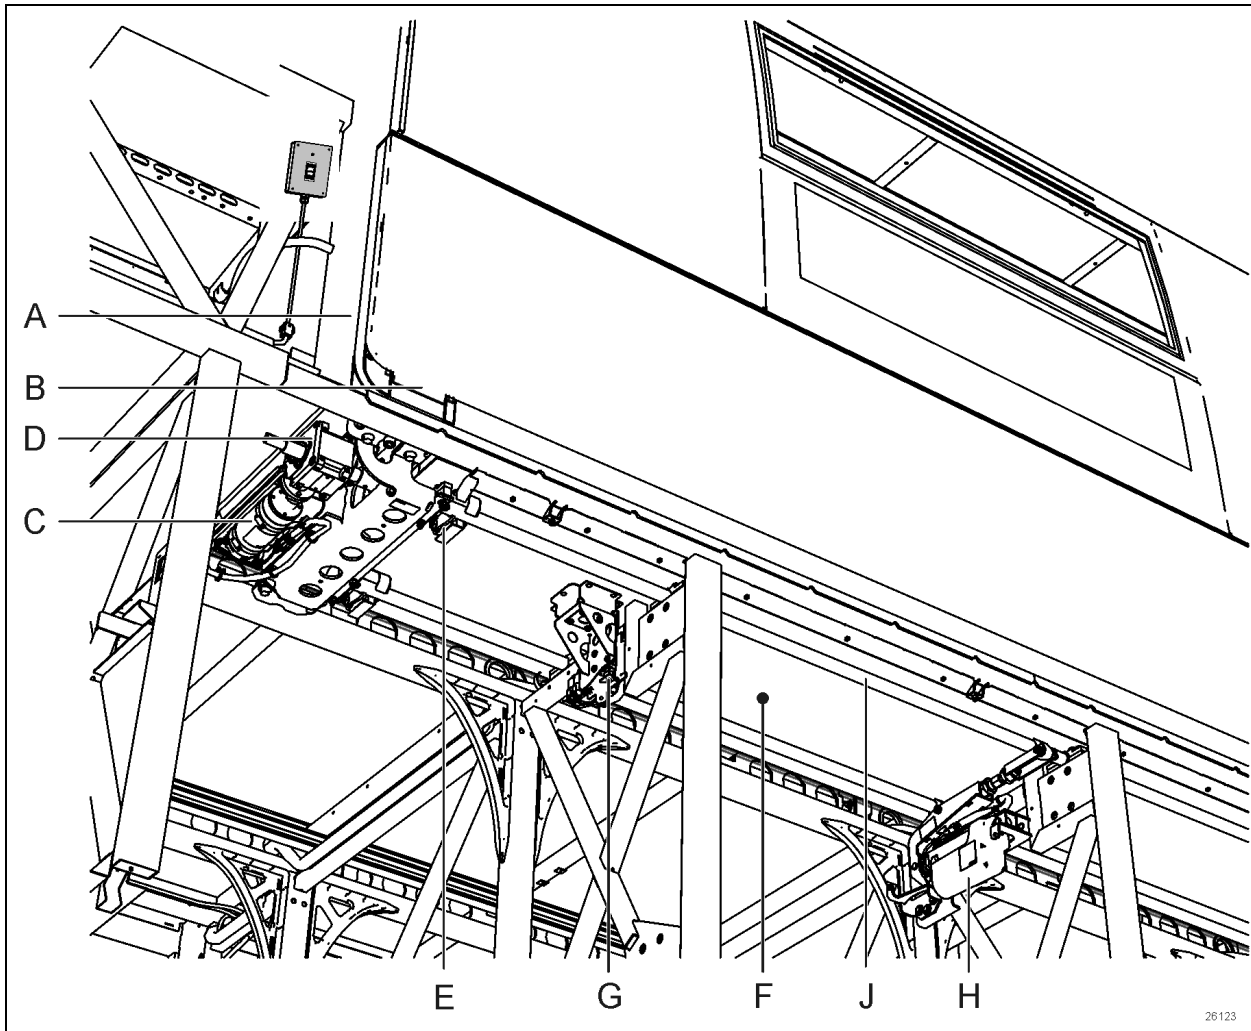
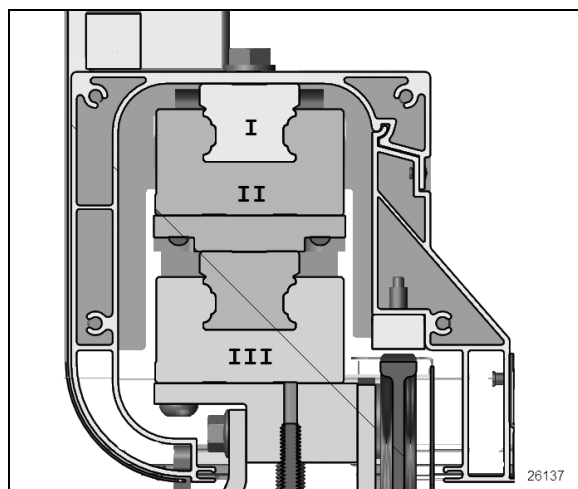

FIGURE 53: APERÇU DU MÉCANISME DE LA RALLONGE COULISSANTE À PLANCHER AFFLEURANT
FIGURE 58 PALIERS LINÉAIRES
Se référer de la Figure 53 à Figure 58 ci-dessus pour les descriptions qui suivent.
La rallonge coulissante est déplacée vers l'intérieur et l'extérieur sur une paire de paliers linéaires empilés (Figure 58, Items I and III). La puissance pour le déplacement provient de deux moteurs électriques synchronisés (C) orientés horizontalement sous chaque assemblage de palier linéaire. Le moteur entraîne un réducteur de vitesse à angle droit (D).
Les assemblages des paliers et des rails de la rallonge sont en paires superposés (Figure 58). La structure de la rallonge coulissante est attachée au rail supérieur (I). Le palier supérieur est attaché au rail inférieur (II). Le palier inférieur est attaché à la structure du véhicule (III).